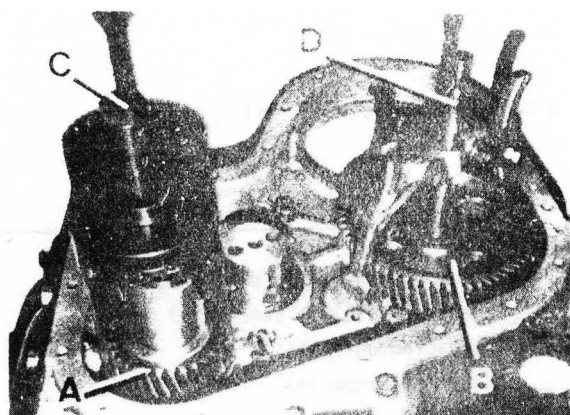

Fig. A4-96.- Desmontaje de los piñones.
1.8.- Desmontar el deflector de aceite y piñón del cigüeñal, haciendo uso del extractor especial (C) (Fig. A4-96).